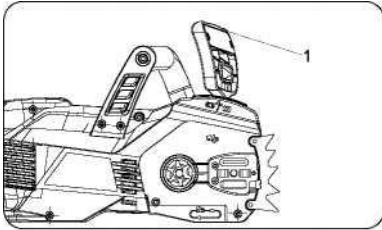

рис. 9
1. Зняти з ланцюгового гальма, для цього необхідно потягнути щиток ланцюгового гальма (1) на себе, (рис. 9)